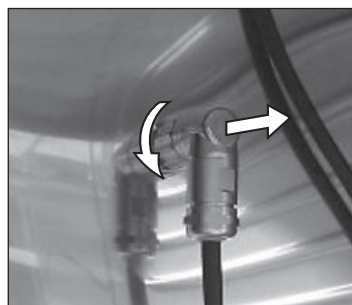

Abb. 32 Bajonettverschluss lösen und Stecker abziehen
2. Anschlussstecker der Lichtkassette im Innenraum lösen. Dazu Bajonettverschluss nach links drehen und Stecker abziehen (Abb. 32).
10. Stecker anschließen und durch Rechtsdrehen des Bajonettverschlusses verriegeln (Abb. 32).